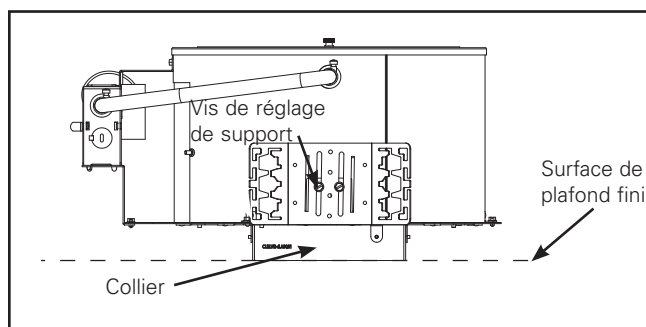

Figure 2.
2. Ajustez les vis de réglage du support de façon à ce que le bas du col soit à niveau avec la ligne de finition du plafond. Le crochet de support est réversible pour permettre un ajustement complet de 12,7 cm (5 po) (Figure 2).